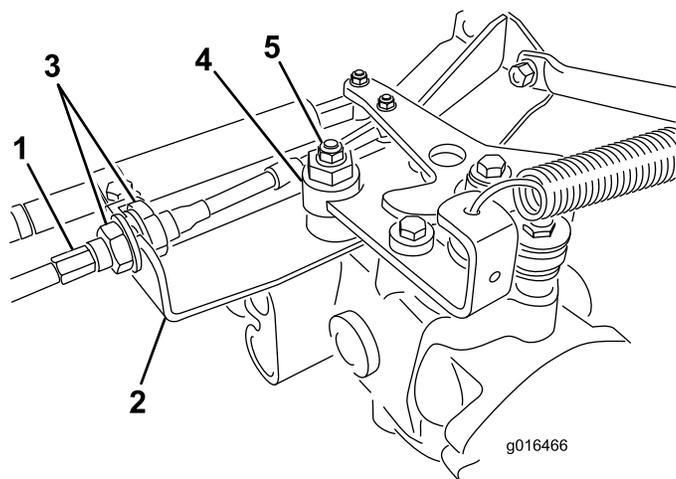

図 46
- A. 走行ケーブルを油圧トランスミッションのバルクヘッドに取り付けているジャムナット図 46 を両方ともゆるめる。調整ができるよう、ジャムナットは十分に、また均等にゆるめること。
注 偏芯ナットをトランスミッション上部に止めているナット図 46をゆるめる。
- E. 調整ができれば固定ナットを締める図 46。
- G. バルクヘッドのそれぞれの側から、ロックナットを均等に締め付けて、ケーブルを固定する図 46。ケーブルをねじらないように注意すること。